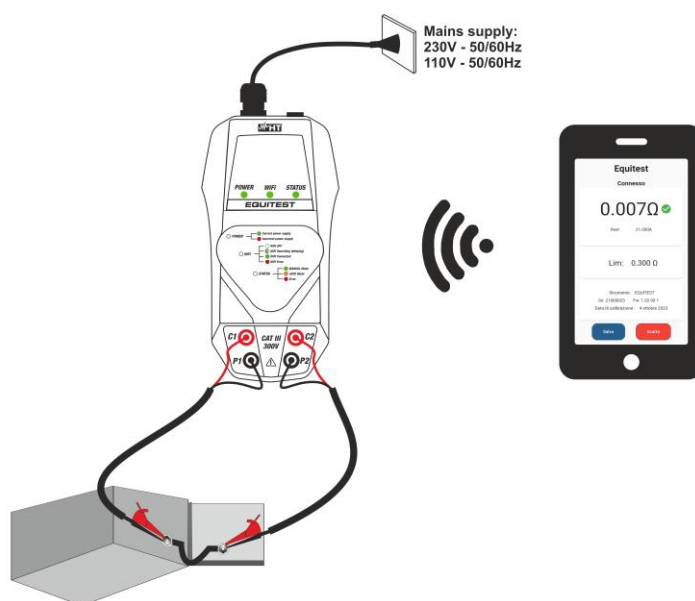

Abb. 4 Verwendung des Instruments mit der HT Equitest APP
5. Verbinden Sie die zwei schwarzen Kabel des Kabelsatzes **C7000** mit den Eingangsbuchsen **P1** und **P2**, und die zwei roten Kabel mit den Eingangsbuchsen **C1** und **C2** (siehe Abb. 4)
6. Verbinden Sie die Krokodilklemmen des Kabelsatzes **C7000** mit den Enden des zu testenden Gegenstandes (siehe Abb. 4)
7. Berühren Sie die Schaltfläche „**Messung**“ in der APP, um den Test im **manuellen Modus** oder einfach durch Bewegen der Testklemmen zu aktivieren, wenn der **automatische Modus** ausgewählt ist. Das Instrument liefert einen Prüfstrom >10 A AC und das Messergebnis wird in der APP angezeigt (siehe Abb. 4) mit der Angabe „✓“ im Falle eines bestandenen Tests oder „!“ im Falle eines fehlgeschlagenen Tests